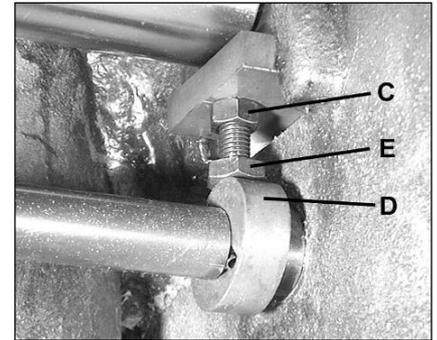

Рис. 7.
4. Если установка шаблона больше или меньше чем ноль, регулировочный болт под столом надо освободить от зажима стопорной гайки (С, Рис. 7), который находится выше эксцентрика (D, Рис. 7) около конца ролика, который нуждается в установке. Вращайте винт с головкой
(Е, Рис. 7), пока шаблон не установится в ноль.